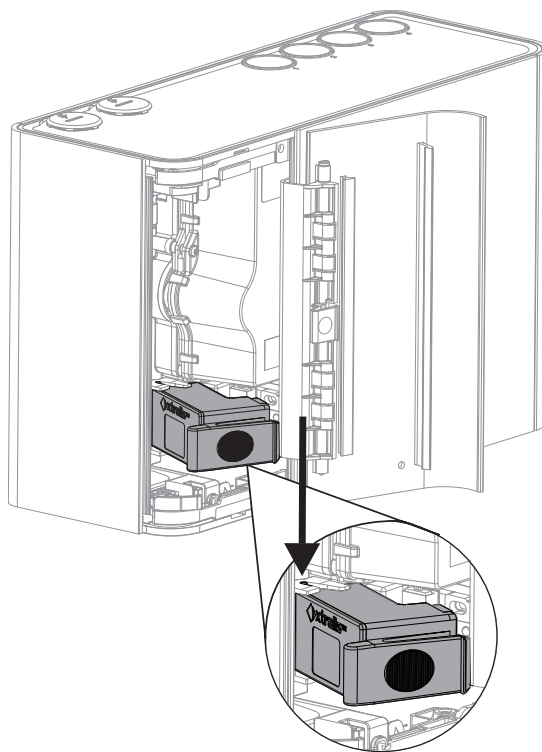

Figure 7-5: Engager les gonds de charnière
1. Inclinez le filtre vers la gauche et positionnez les gonds de charnière dans leur logement (Figure 7-5).